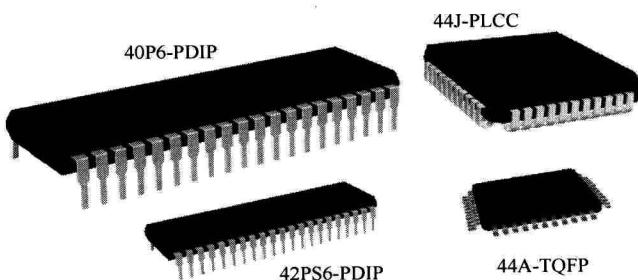

图 1-2-4 89S51 的封装
③ 89S51 的封装，如图 1-2-4 所示。
89S51 的外部引脚随封装不同而有所不同。从图 1-2-4 可以看到，外部引脚有 40、42、44 3 种。实际使用的只有 40 个引脚。本教材中均以 40 引脚的 40P6-PDIP 封装为例介绍 89S51 的使用方法。